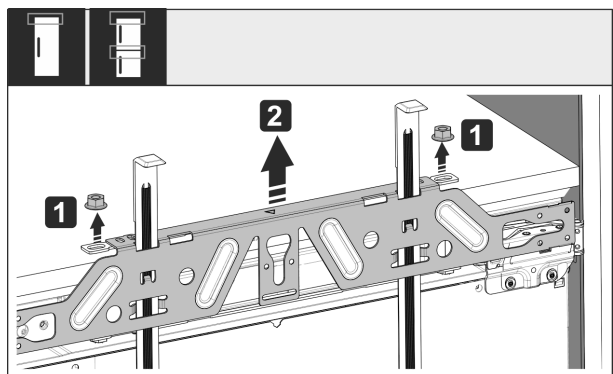

Fig. 50
- Kontermuttern Fig. 50 (1) lösen.
- Befestigungstraverse Fig. 50 (2) abnehmen.